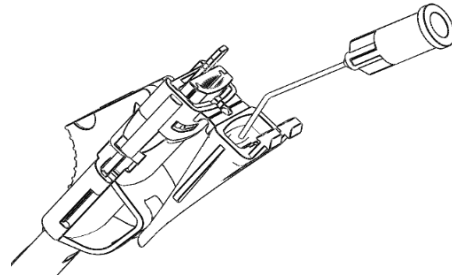

Fig. 3.
5. Injecter la matière viscoélastique dans le bec de la cartouche depuis l'arrière comme montré sur la Fig. 3.